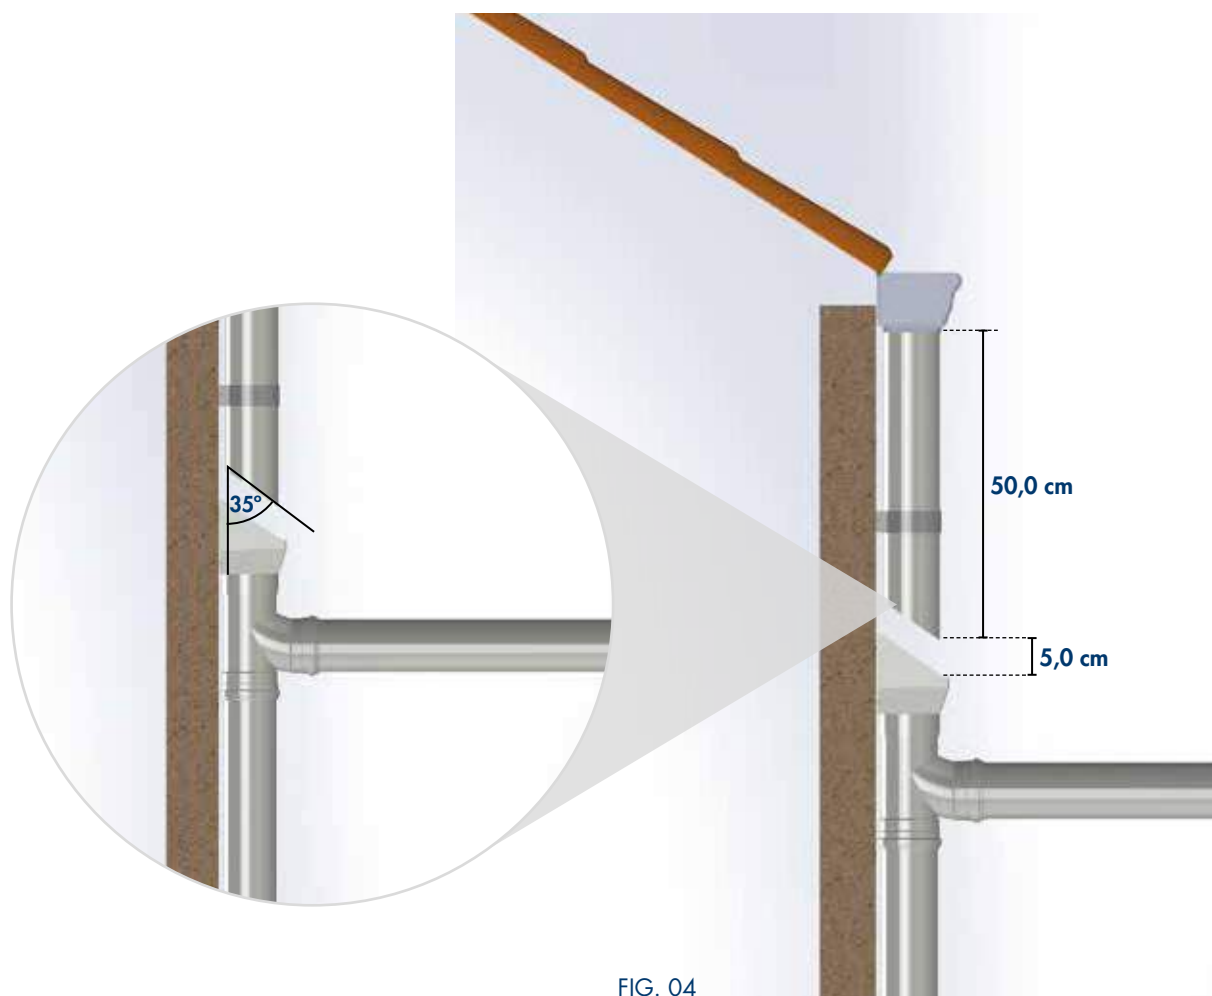

FIG. 04
1. Instale o duto de descida respeitando as orientações deste guia de instalação. A parte do tubo que está acima do Separador de Folhas deverá ter um corte angular de cerca de 35° e deverá ficar a 5,0 cm de distância da tela principal (Fig. 04).